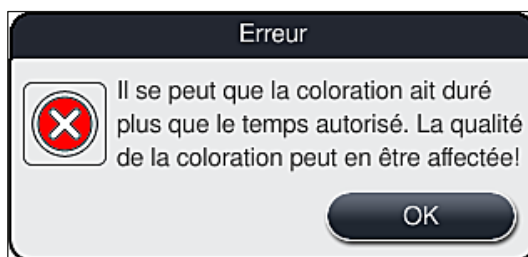

Fig. 109
1. Après avoir confirmé ce message, l'utilisateur est informé que les périodes de coloration peuvent avoir été dépassées, c.-à.-d. que certains supports de lames ont passé trop de temps dans un réactif dans certaines circonstances ou dans une station critique, ce qui peut altérer la qualité de coloration. Confirmer ce message d'information (→ "Fig. 109") en appuyant sur la touche **OK** pour reprendre le processus.